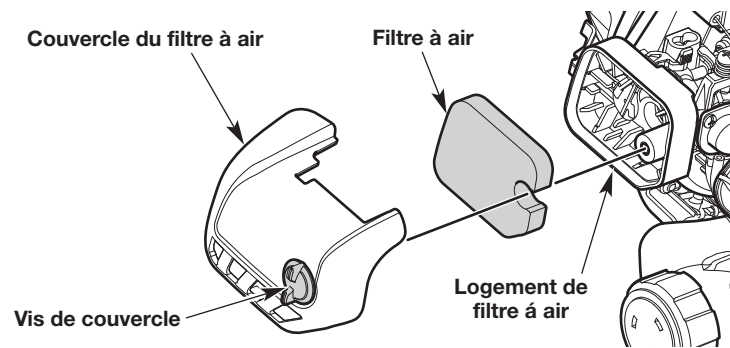

Fig. 25
6. Réinstallez le filtre à air dans le logement du filtre à air (Fig. 25).